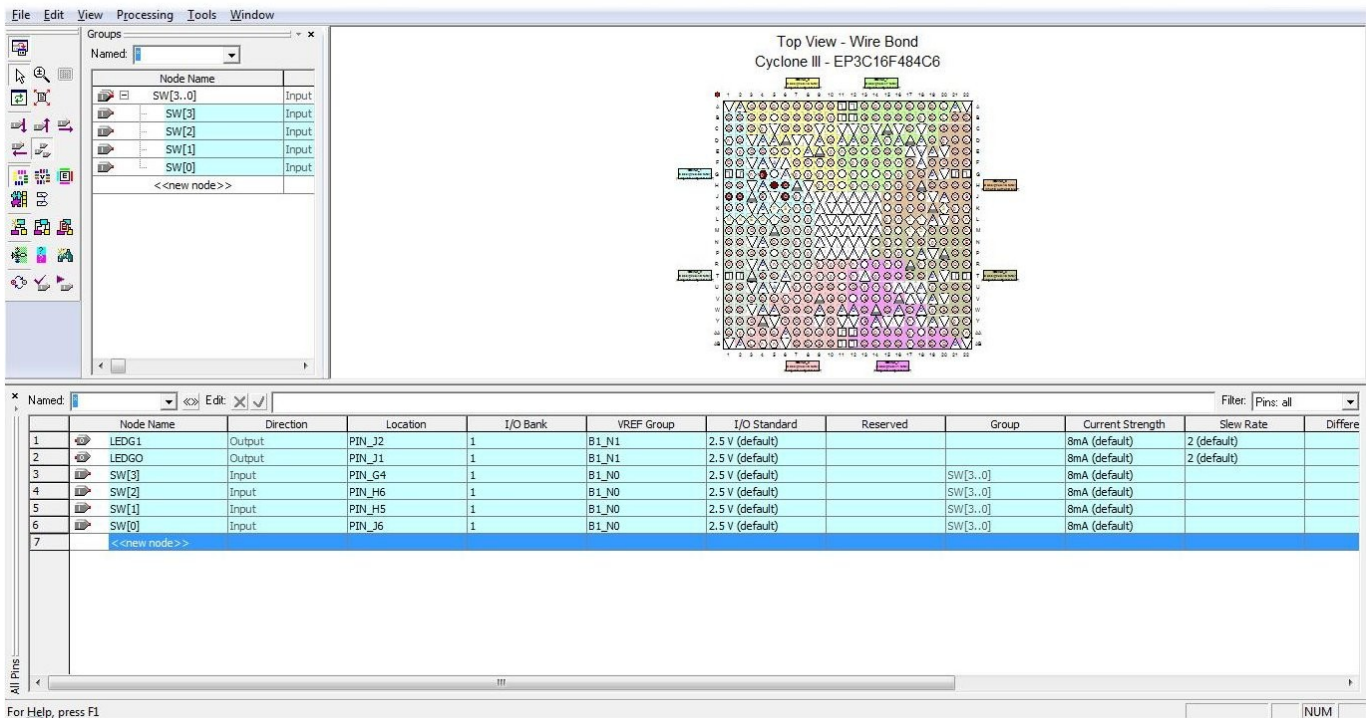

Figura 16
- 8- Presionar *Start...* y la programación comenzará. Ver Figura 16.